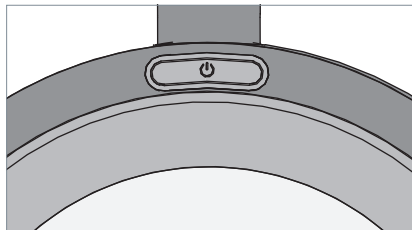

Fig. 6: Tasto.
- ▶ Premere il tasto, vedi Fig. 6.
- ▶ Premere il tasto e tenerlo premuto, vedi Fig. 6.